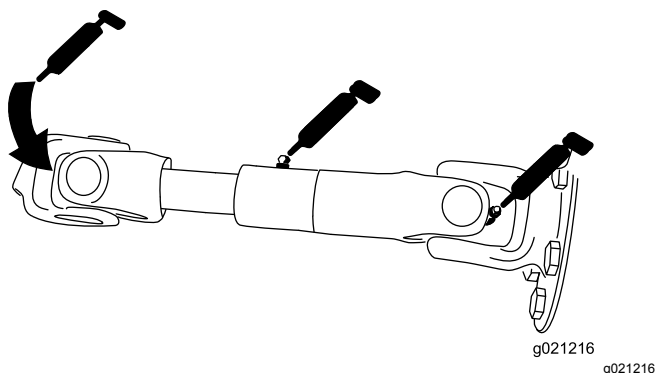

Figura 76
- Eje de transmisión de la bomba (3) (Figura 76)